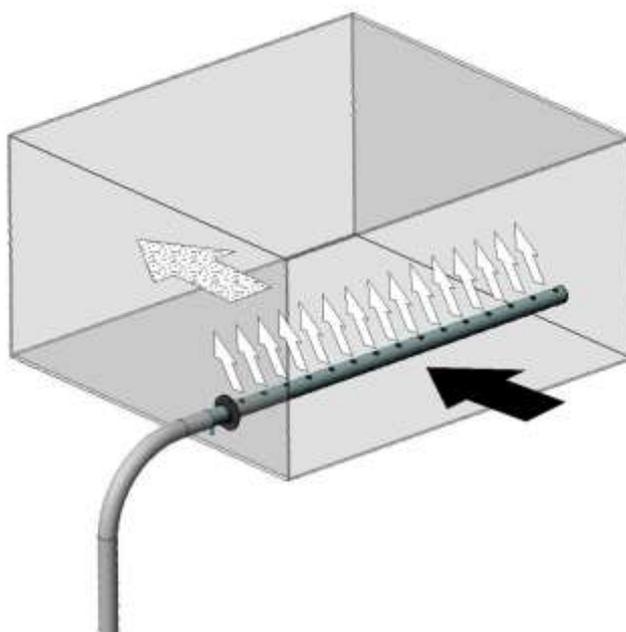

Fig. 41
**Veillez noter:** La pression d'air maximale dans le conduit ne doit pas dépasser 1.200 Pa (fig. 41).